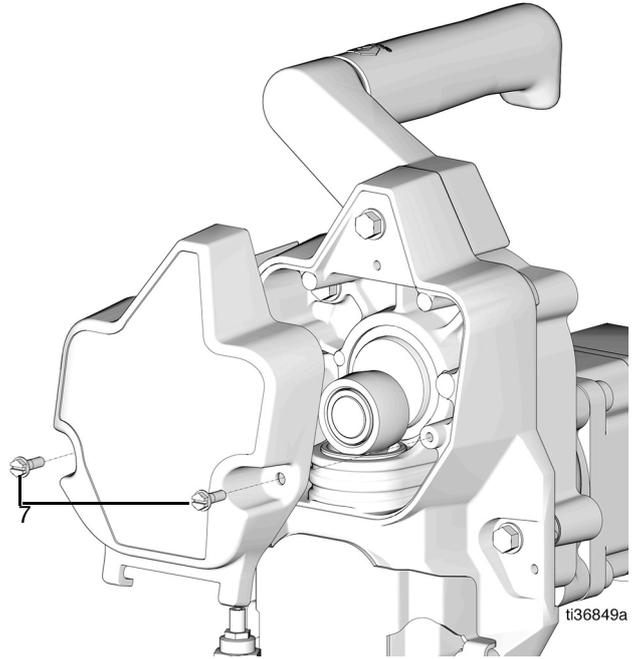

図 14
14. ポンプ (7) の前面にあるカバーを再度配置して、2つのボルトで固定します (図 14)。